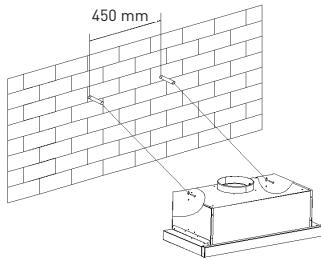

Figura 4
1. Taladre 2 orificios de Ø8 mm en un lugar adecuado, asegurándose de que estén centrados con respecto al orificio de evacuación de humos situado en la parte posterior de la campana extractora. (Dichos dos orificios deberán estar alineados entre sí en el plano horizontal) (Figura 4)